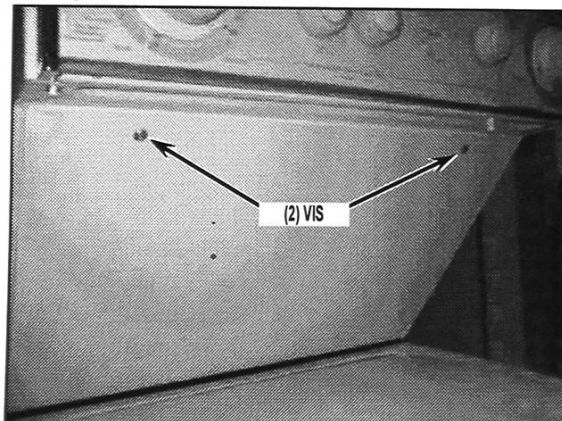

FIGURE 1
3. Retirer le panneau d'accès en enlevant les deux (2) vis fixant le panneau à la partie inférieure de la sécheuse. Voir Figure 1.